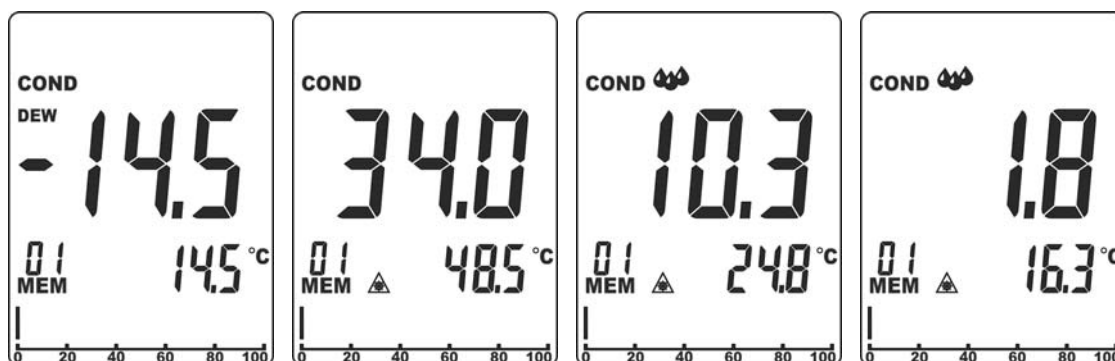

Fig. 11: Medição do diferencial da temperatura de superfícies
3. Premir simultaneamente os botões **RH%** e **MOI** para entrar no modo de medição da Condensação. O instrumento mostra o valor da temperatura de Condensação medida pelo sensor integrado no display secundário e as indicações “COND” e “DEW” são apresentadas no display (ver Fig. 11 – primeiro ecrã). O display principal mostra sempre a diferença entre o valor da temperatura IRT e a temperatura de Condensação
- Se a temperatura IRT é **superior a mais de 14°C (25°F)** em relação à temperatura de Condensação → a diferença de temperatura (IRT-DP) é apresentada no display principal sem mais indicações (ver Fig. 11 – segundo ecrã)
- Se a temperatura IRT é **superior a 3°C÷14°C (5°F÷25°F)** em relação à temperatura de Condensação → a diferença de temperatura (IRT-DP) é apresentada no display principal, a indicação “△” é apresentada no display e o instrumento emite um som para indicar uma situação de risco de condensação na área (ver Fig. 11 – terceiro ecrã)
- Se a temperatura IRT é **superior a menos de 3°C (5°F)** em relação à temperatura de Condensação → a diferença de temperatura (IRT-DP) é apresentada no display principal, a indicação “△△” é apresentada no display e o instrumento emite um duplo som para indicar uma situação de elevado risco de condensação na área (ver Fig. 11 – quarto ecrã)